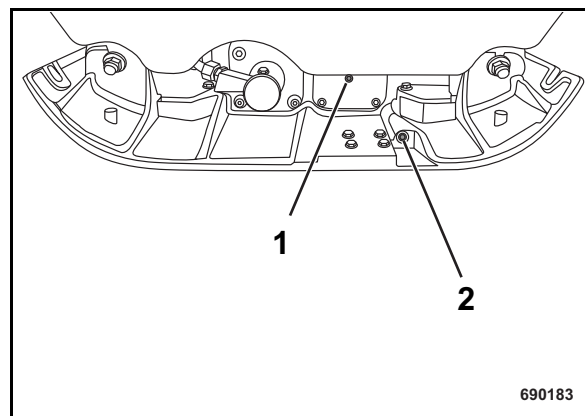

Fig. 59
- Limpiar el tornillo de descarga de aceite (2) (Fig. 59) y el tornillo de ventilación (1), e insertar ambos tornillos con un medio sellador (p.ej. BOMAG 00970016).